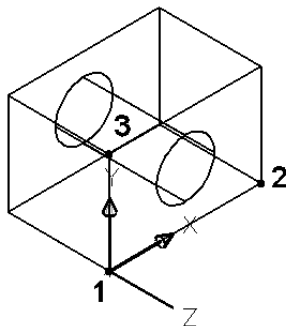

Рис. 3.19. Построение ПСК по трем точкам
2. Укажите точку нового начала координат (точка 1 на рис. 3.19).
3. Укажите следующую точку на положительном участке будущей оси x (точка 2 на рис. 3.19).
4. Укажите третью точку на положительном участке будущей оси y (точка 3 на рис. 3.19).